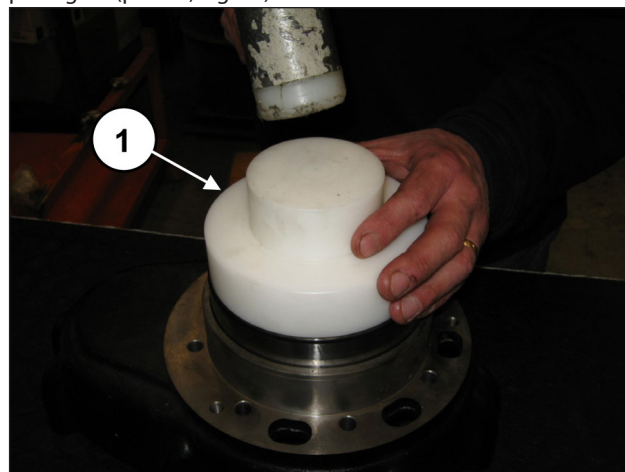
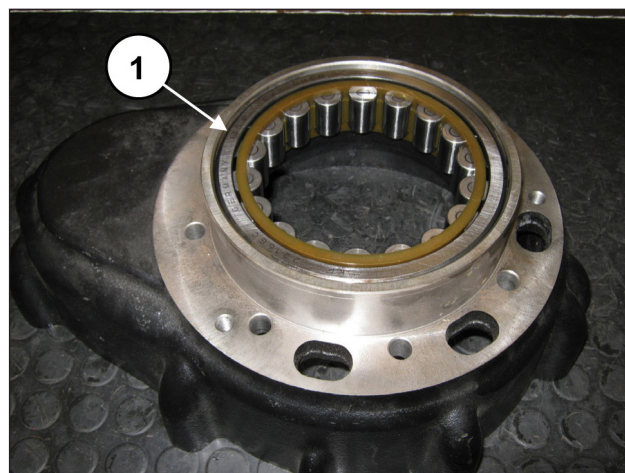

Fig. 53
Fig. 54
Do lado oposto da caixa do redutor, pré-monte o anel externo do rolamento do eixo de manivela, usando a ferramenta cód. 27605000 (pos. ①, Fig. 53), até a sua inserção completa na passagem (pos. ①, Fig. 54).